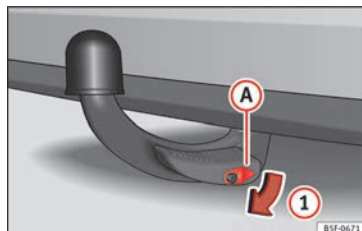

Fig. 216 Retirer le cache de la serrure
- Retirez le cache **(A)** de la serrure dans le sens de la flèche **(1)** » fig. 216.